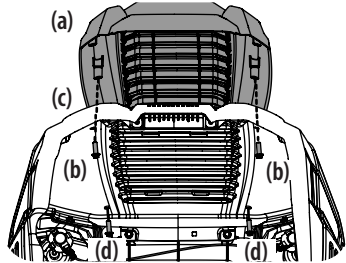

Figure 9
- Pour fixer le couvercle (a), placez les boulons par le dessous, serrez à la main les boulons (b) sur la partie arrière du capot avant de bien les serrer. Voir Figure 9.
- Puis, alignez les trous du couvercle (a) avec ceux du capot (c) et vissez les deux boulons (d). Voir Figure 9.
- Fixez le déflecteur d'éjection avec l'écrou autobloquant à bride et le boulon hexagonal retirés à l'étape 2. Serrez à un couple de 11,5 à 14 N m (102-124 po-lb). Voir Figure 9. Passez à la sous-section Réglage des roues de jauge du plateau.